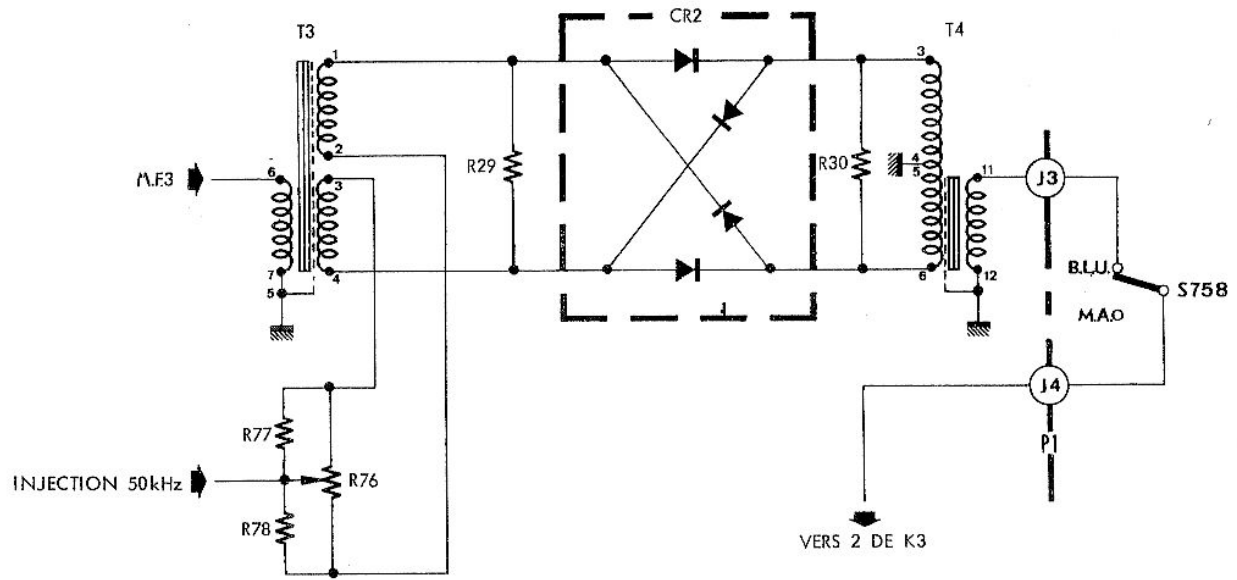

Fig. 15 DEMODULATION DES SIGNAUX B.L.U.
2.1.13. DEMODULATION DES SIGNAUX B.L.U. (A3j) (fig. 15 et groupe 02 - planche 28)